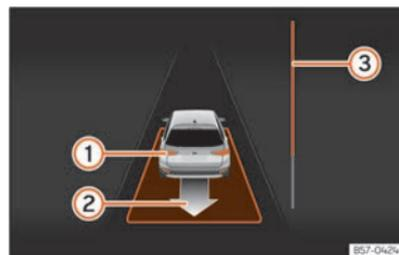

Abb. 146 Am Bildschirm des Kombi-Instruments: parallel zur Fahrbahn ausparken.
- Fahren Sie rückwärts, bis das Dauertonsignal des ParkPilot ertönt; **ODER:** fahren Sie zurück, bis am Bildschirm des Kombi-Instruments die Anzeige zur Vorwärtsfahrt erscheint. Die Fortschrittsanzeige »» (Abb. 146) ③ zeigt den zurückzulegenden Abstand an.